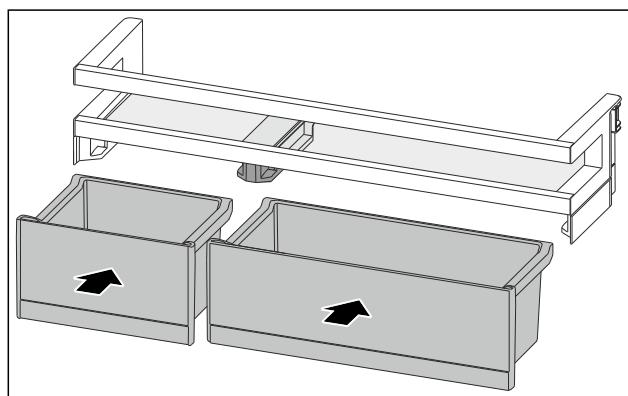

Fig. 89
- VarioBoxen in getauschter Anordnung einsetzen. (siehe Fig. 89)